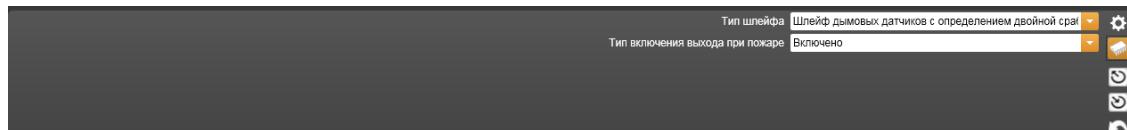

Рисунок 14.3.67 – Свойства Пожарной адресной метки в составе АМП-4
28) **Пожарная адресная метка** в составе АМП-4 (Рисунок 14.3.67).
- – **Параметры по умолчанию** – значок, при щелчке на котором происходит считывание параметров из памяти компьютера в таблицу параметров текущей закладки (Нижний рисунок 14.3.67).